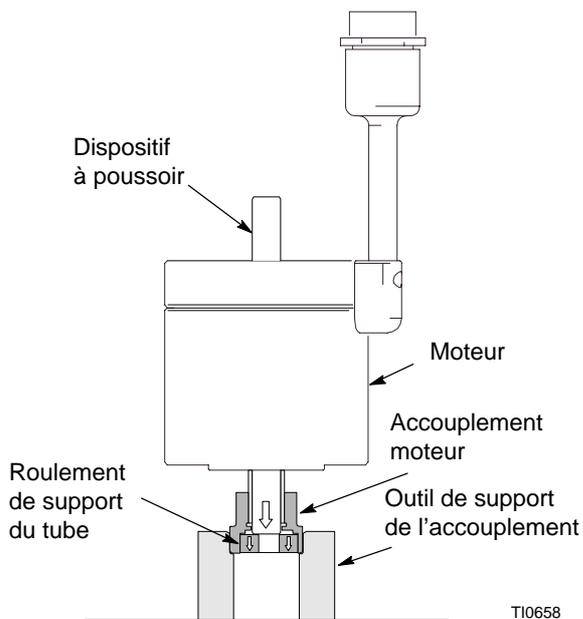

Fig. 2 Démontage du roulement de support du tube
1. Mettre le moteur sur l'outil de support de l'accouplement. Voir Fig. 2.